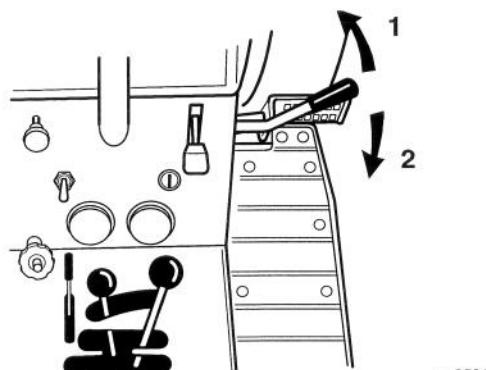

Abbildung 7
2. Den Zapfwellenantriebs-Hebel zum Einkuppeln nach vorne schieben (Abb. 7).
2. Den Zapfwellenantriebs-Hebel zum Auskuppeln zurückziehen (Abb. 7).